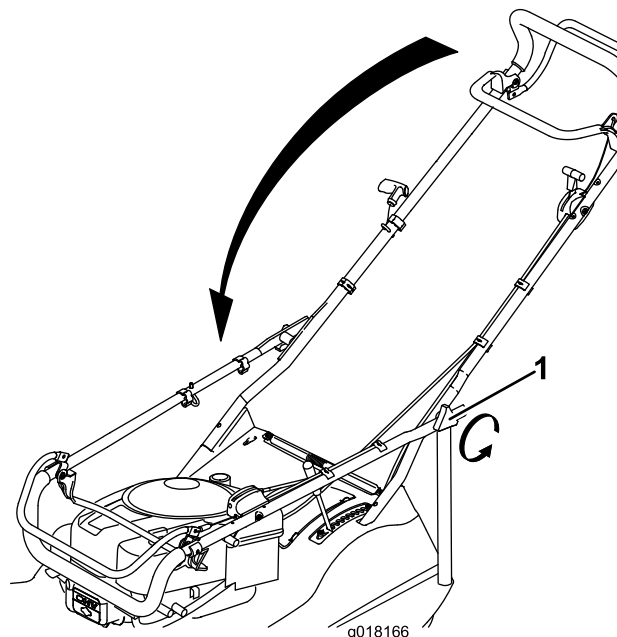

Figura 30
2. Rode o manípulo para a frente (Figura 30).